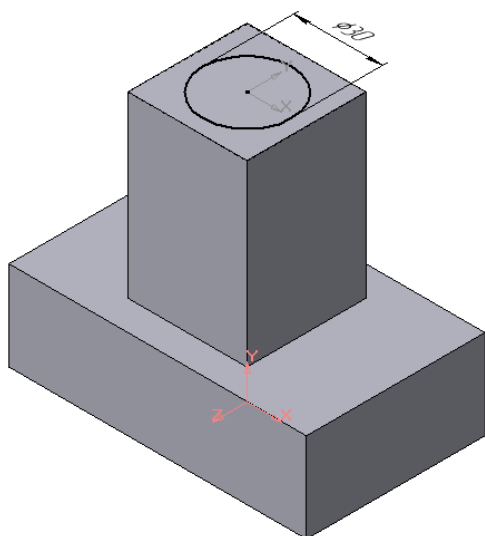

Рис.89 Эскиз отверстия
3. Для создания цилиндрического отверстия на верхней грани призмы вычертим эскиз отверстия – окружность радиусом 15 мм (рис.89) и вырежем отверстие выдавливанием на глубину 40 мм (рис.90).